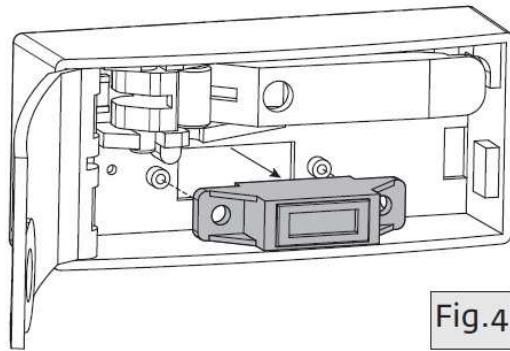

Fig.4
2. Dévisser les vis du bouton de pression (fig.4). Effectuer les connexions électriques et serrer le borne terre sur le lieu correspondant (fig.5). Les câbles électriques devront avoir des bornes isolés qui respectent toutes les normes de sécurité électrique.